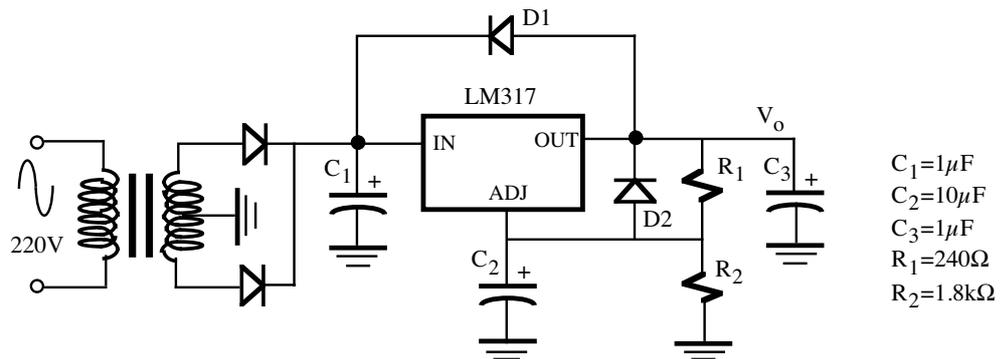

Figura P11.7
- P11.7** En la figura P11.7 se presenta un circuito práctico que utiliza el regulador de tensión LM317 para proporcionar una tensión de salida V_o . Los condensadores C_1 , C_2 y C_3 eliminan la presencia de rizado y los diodos D1 y D2 son de protección del regulador y que en condiciones normales están a corte. Determinar la tensión de salida de este circuito.